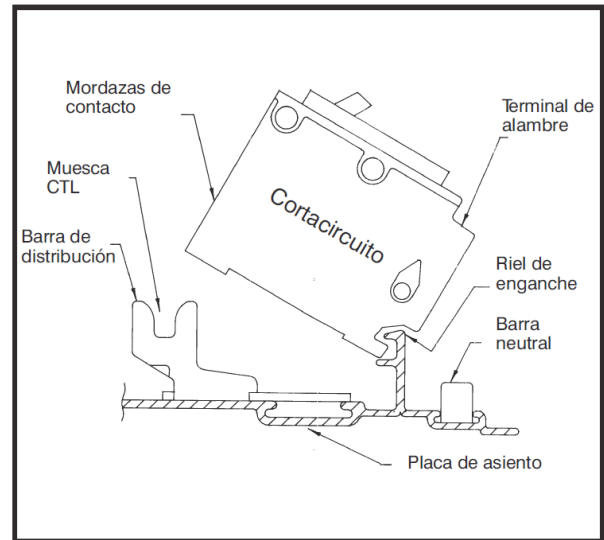

FIG. 1
4. Encajar el dorso del dispositivo con las lengüetas de montaje en el panel/centro de carga (fig. 1).